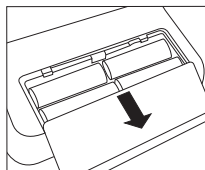

Fig. 1
- Aprire il coperchio del vano porta batterie posto sulla parte inferiore dell'apparecchio (vedi fig. 1). Inserire le batterie (vedi capitolo 13 Dati tecnici) prestando attenzione alla polarità („+“ e „-“). Richiudere il coperchio del vano porta batterie. 12 h o 24 h lampeggia sul display. Impostare quindi la data e l'ora, come descritto di seguito.